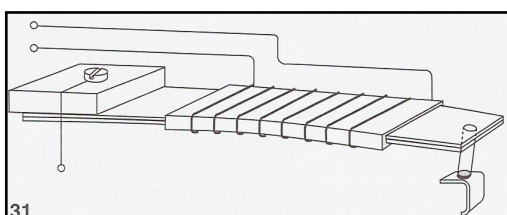

Fig 2.5
De bimetaalstrook (2) is geïsoleerd met een soepele isolatie. Hierop is een wikkeling (1) van weerstandsdraad aangebracht. Wanneer er stroom door de wikkeling vloeit, warmt het bimetaal langzaam op en buigt het naar beneden (de metaalstrook met grootste uitzettingscoëfficiënt bevindt zich hier aan de bovenkant). Na een tijd wordt er contact gemaakt met het beweegbaar contact (3). (**Fig. 2.5**). De tijd is binnen grenzen regelbaar door middel van nok (4) en knop (5). Als we de knop naar rechts draaien, verkleint de afstand tussen bimetaal en contact (3), waardoor de vertragingstijd ook kleiner wordt.